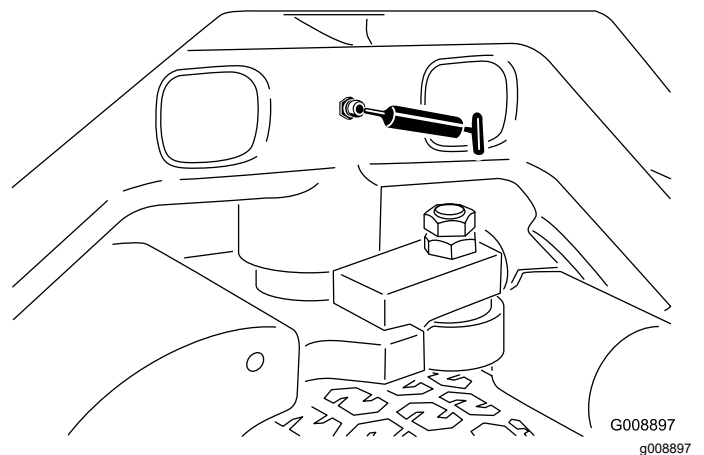

Figura 40
- Articulação da direção (Figura 40)